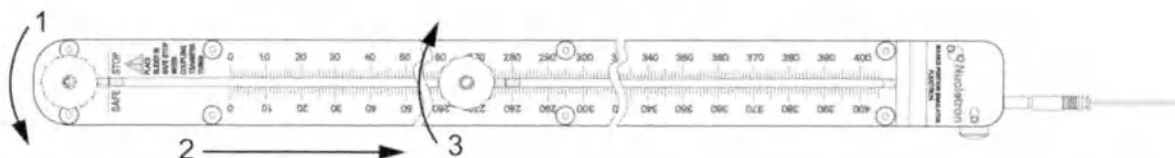

Рис. 17: перемещайте ручку управления по направлению к кнопке разблокировки, пока не почувствуете сопротивление
- Отвинтите ручку управления и аккуратно перемещайте ее вдоль шкалы по направлению к кнопке разблокировки, пока не почувствуете сопротивление; см. Рис. 17. Кончик кабеля имитатора источника или провод симулятора теперь касается конца аппликатора. Не применяйте чрезмерную силу, чтобы избежать повреждения кабеля. Перед считыванием значения зафиксируйте ручку управления.